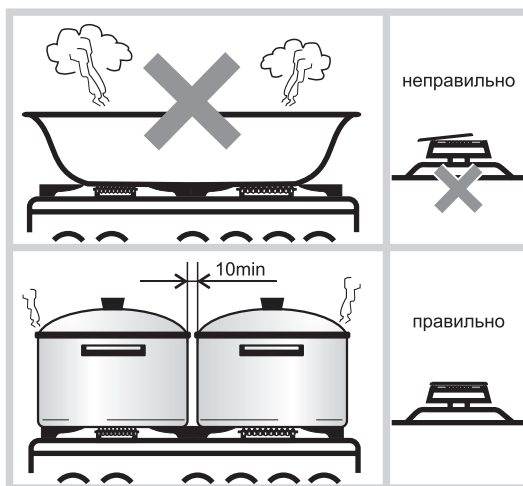

Рис. 16
- Размеры посуды (см. табл. 4 и рис. 16) и режим работы горелок нужно выбирать таким образом, чтобы пламя не выходило за края и не «лизало» боковые стенки.